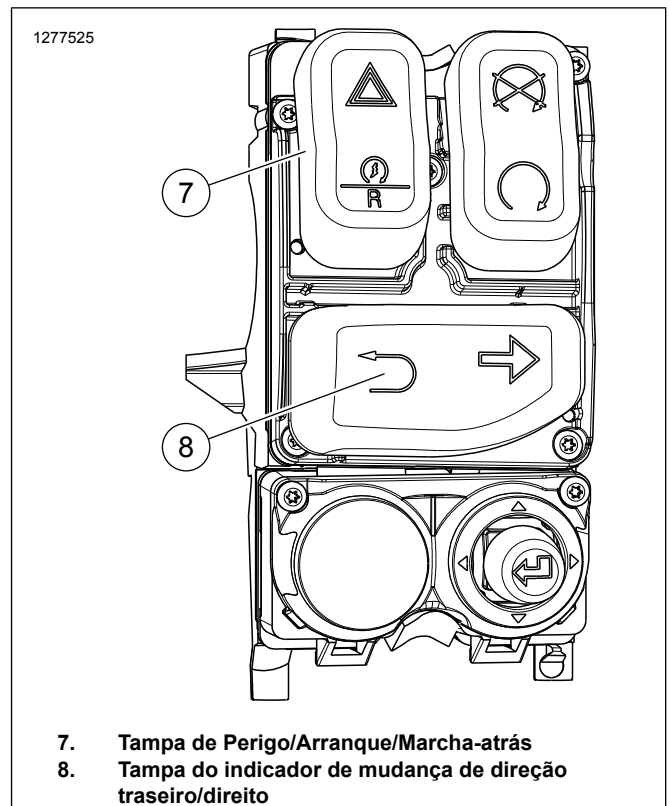

Figura 8. Comando do lado direito do Trike 2019 e posterior (OE)
- c. Ver Figura 8 . Remova a tampa de Perigo/Arranque (7) do OE módulo de comando.
- d. Ver Figura 8 . Instale a tampa do indicador de mudança de direção de Trás/Para a direita (8) no novo módulo de comando.
- e. Ver Figura 8 . Remova a tampa de Perigo/Arranque (7) do novo módulo de comando.